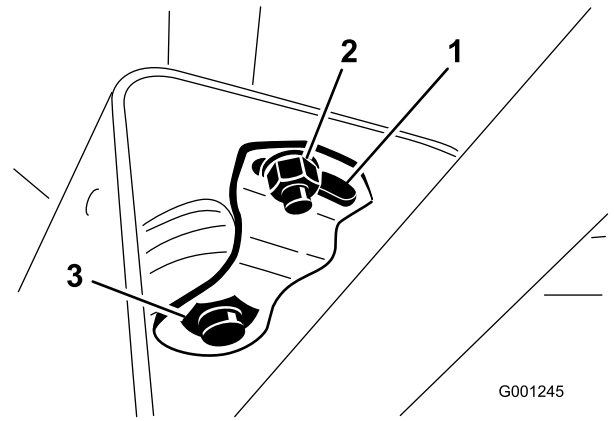

Figura 27
3. Afloje la tuerca pequeña y gire el soporte del pivote hasta que apriete la tuerca grande que está debajo (Figura 27).
2. Mueva la cubierta por la columna de dirección para dejar expuesto el soporte del pivote (Figura 27).